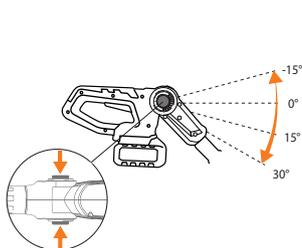

Рис. 11
- Регулировка угла наклона рукоятки доступна в четырех положениях для изменения угла в пределах  $-15^\circ / +30^\circ$ . Для изменения угла рукоятки – нажмите кнопку фиксатора и установите рукоятку в необходимое положение, после чего отпустите кнопку для фиксации (Рис. 11).